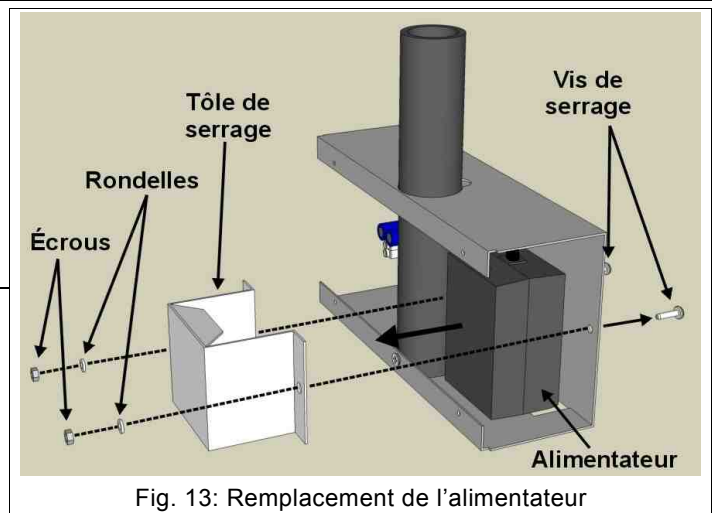

Fig. 13: Remplacement de l'alimentateur
3. Dévissez les écrous avec une clé de 7 mm pour ôter la tôle de serrage de l'alimentateur (Fig. 13).